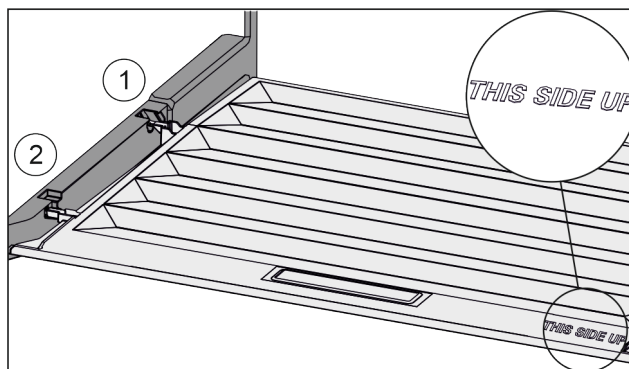

Fig. 57
- ▶ Výstupky víka zaveďte do zadních držáků Fig. 57 (1) a vpředu zaklesněte do držáku Fig. 57 (2).